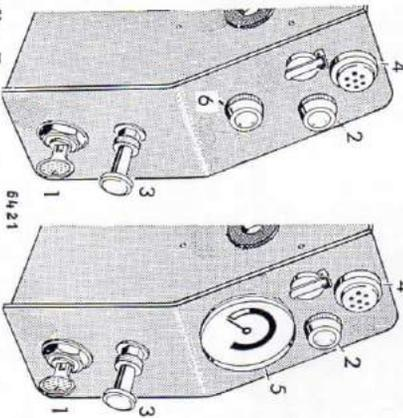
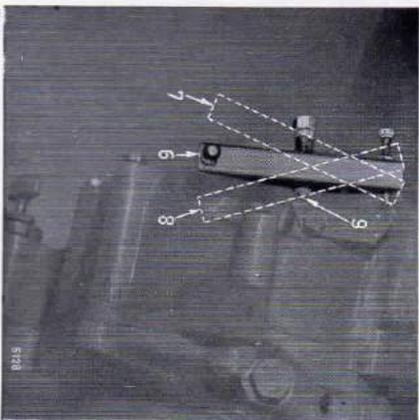

Fig. 7
Fig. 11
3. Engagez la clé-contact (1) (Figure 7); au même instant la lampe-témoin (2) de charge devra s'allumer.
4. Pour le préchauffage tirez le commutateur (3) de préchauffage et de démarrage jusqu'au premier cran.
6. Dès que le moteur tourne rond, réduisez sa vitesse de rotation. La lampe-témoin de charge (2) ainsi que le témoin de préchauffage (4) doivent alors être éteints. En augmentant et diminuant alternativement le régime du moteur, ce dernier atteindra, à charge modérée, rapidement la température de marche.
7. Sur demande, nous livrons une lampe-témoin de la pression d'huile (6) — Figure 7 — ou un manomètre (5). Durant la marche du moteur, l'aiguille du manomètre doit se maintenir dans le champ vert du cadran. Si, toutefois, elle retombe ou demeure dans le champ rouge¹⁾, ou la lampe-témoin verte de la pression d'huile s'allume, on devrait arrêter immédiatement le moteur et rechercher la cause du manque de pression d'huile. Se rapporter à notre indication traitant des pannes possibles.
7. Sur demande, nous livrons un manomètre (5) — Figure 7 —. L'aiguille du manomètre doit se maintenir dans le champ vert du cadran, durant la marche du moteur. Si, toutefois, elle retombe ou demeure dans le champ rouge¹⁾, on devrait arrêter immédiatement le moteur et rechercher la cause du manque de pression d'huile. Se rapporter à notre indication traitant des pannes possibles.
1. Amenez le levier de changement de régime (6) — Fig. 11 — en position de marche au ralenti (6).
2. Maintenez le levier de changement de régime (6) contre le bouton à ressort (9), aussi longtemps que nécessaire, en position d'arrêt (8) pour que le moteur cesse de tourner.
3. Si le moteur est équipé d'un dispositif électrique, la lampe-témoin de charge (2) — Fig. 7 — se rallume dès que le moteur cesse de tourner. La lampe-témoin s'éteint lorsque la clé-contact est enlevée (1).